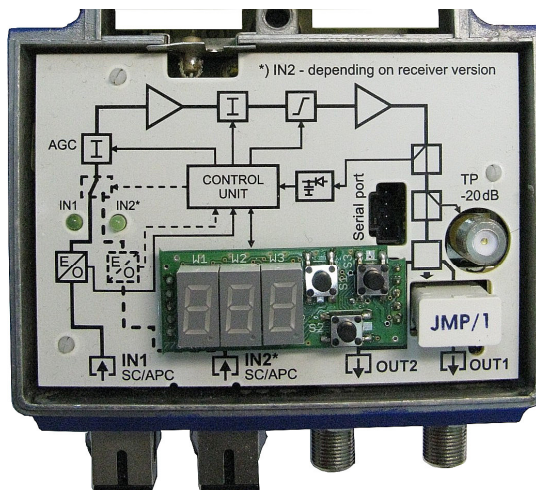

Рис. 8.2. Вид MOB-729 после установки модуля местного мониторинга C-729.
- Рис. 8.2. Вид MOB-729 после установки модуля местного мониторинга С-729.